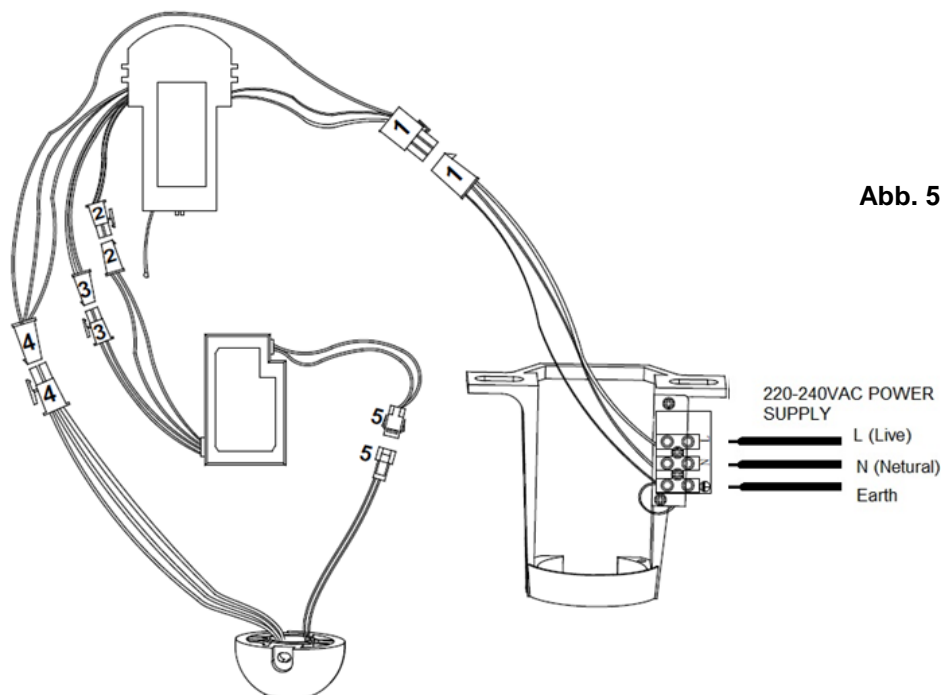

Abb. 5
2. Für Einzelheiten zu den elektrischen Anschlüssen/Montage beziehen Sie sich bitte auf den mitgelieferten Schaltplan. **Abb.5**